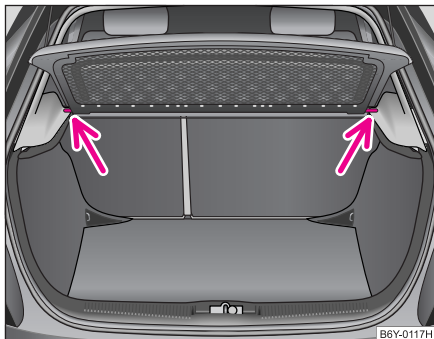

Abb. 59 Ausbau der Gepäckraumabdeckung
- Ziehen Sie die Abdeckung nach hinten aus den vorderen Haltern ⇒ Abb. 59.